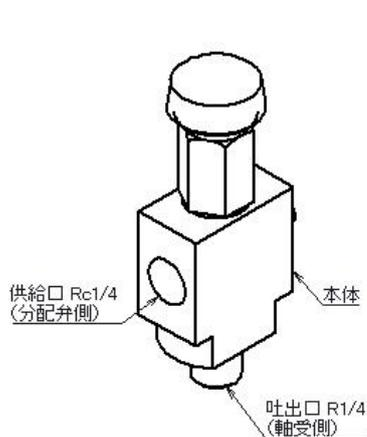

図 1
- ① グリースチェッカー本体の吐出口側を軸受に直接または、配管に接続し、供給口側を分配弁出口側の配管へ接続してください。（図 1）